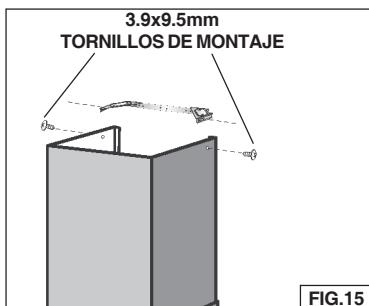

FIG.15
9. Levante el tubo superior hasta que sus orificios queden alineados con el soporte para el montaje del tubo (situado en el techo). Fig. 15.
10. Fije el tubo con (2) tornillos de montaje de 3.9 x 9.5 mm. Fig. 15.